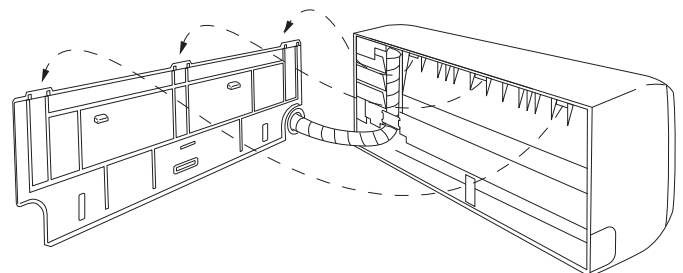

Fig. 3-25
- (2) Introduzca el cableado, los tubos de refrigerante y la manguera de drenaje por el orificio de la pared. Ajuste la unidad interior de modo que quede montada de forma segura en el panel posterior. (Fig. 3-25)
- (3) Doble con cuidado la tubería (si fuera necesario) para que transcurra por la pared hacia la unidad exterior y, a continuación, coloque cinta aislante en las conexiones. La manguera de drenaje debe descender de forma directa hacia la pared hasta un punto donde el agua no manche la pared.